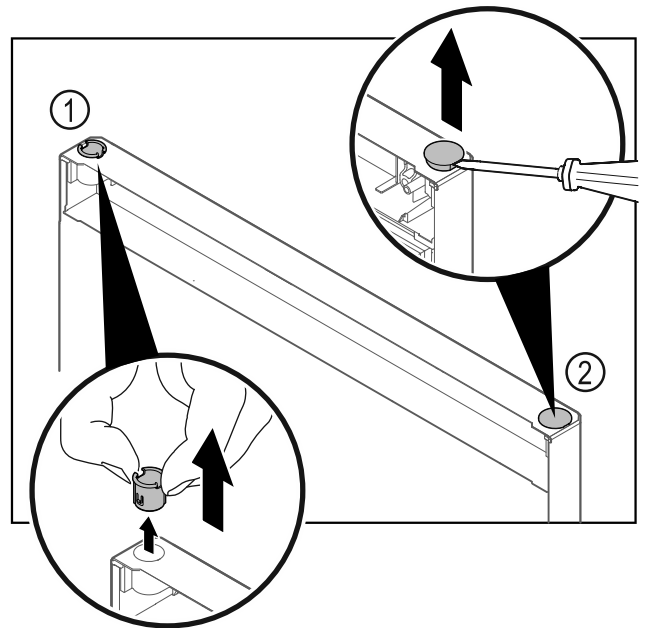

Fig. 29 Gefrierteiltür
- ▶ Scharnierbuchse Fig. 29 (1) mit den Fingern herausziehen.
- ▶ Abdeckstopfen Fig. 29 (2) vorsichtig mit einem Schlitzschraubendreher anheben und herausziehen.